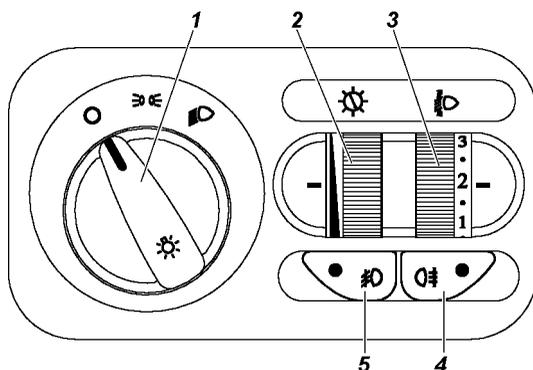

Рис. 3.3. Модуль управления светотехникой (наименование позиций см. в тексте)
**3** -модуль управления светотехникой (рис. 3.3).
На рис. 3.3 изображен модуль управления светотехникой (МУС).